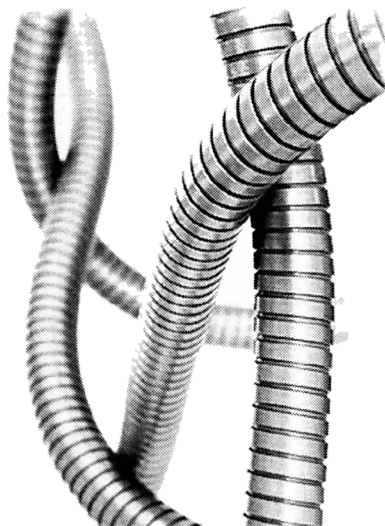

Рис. 2.82. Металлорукава
**Гофрированные металлические трубы, или металлорукава,** очень похожи на пластиковую гофру, но изготовлены из стальной оцинкованной ленты (рис. 2.82). Основные отличия — повышенная защита от механических повреждений. Кроме того, при подключении заземляющего провода к металлорукаву последний выполняет роль электромагнитного экрана, что немаловажно при прокладке информационных кабелей.